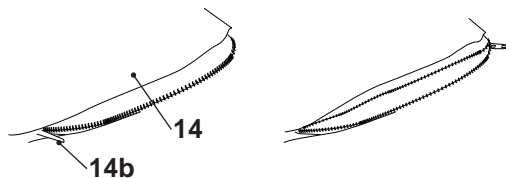

Fig. 9
1. Abra o fecho de correr (14b) e coloque as aparas num saco adequado para os resíduos (Fig. 9).